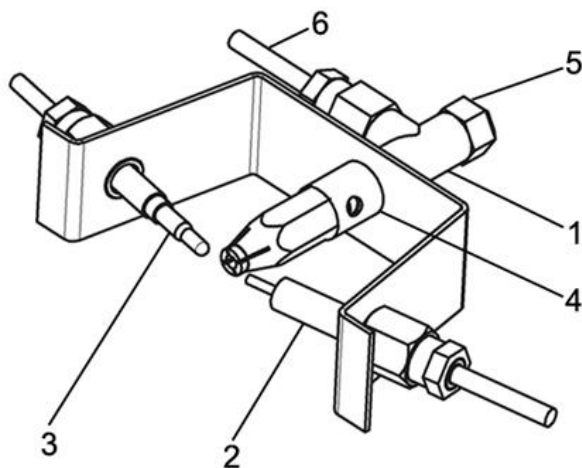

Рис.4 Устройство узла запальной горелки
- Найдите заглушку 5 (рис.4) соответствующей запальной горелки.
- Открутите ключом на 11 заглушку 5 (рис.4), под которой располагается регулировочный винт мощности пламени запальной горелки.
- Если пламя запальной горелки коптит или шумит, необходимо отрегулировать подачу первичного воздуха шибером 4 (рис.4), путем поворота его вокруг своей оси.
- После того, как пламя запальной горелки отрегулировано, закрутите заглушку 5 (рис.4).